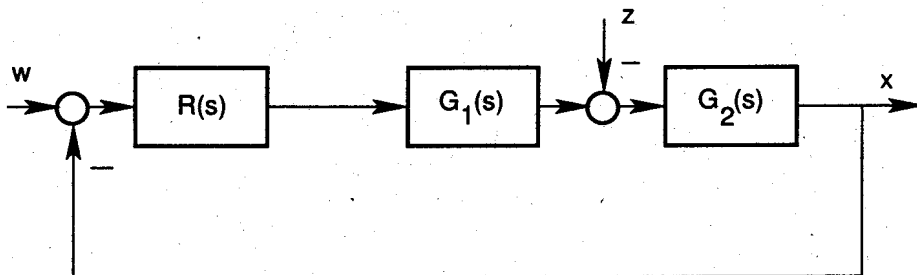

Abb. 2.1: Regelkreis
Gegeben sei ein Regelkreis mit der in der Abb. 2.1 gezeigten Struktur und folgenden Übertragungsfunktionen:
- 2.7 Wäre der Regelkreis **ohne Störgrößenaufschaltung** stationär genau bezüglich der Störgröße? Verwenden Sie hierfür die Struktur in Abb. 2.1.